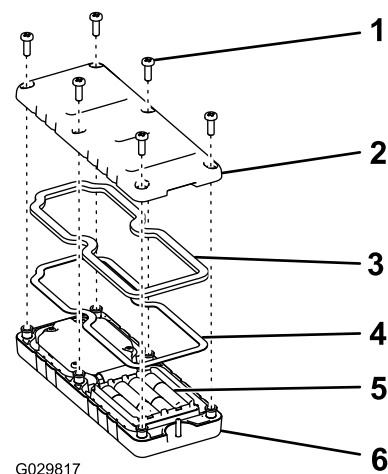

图31
1. 从遥控器后面卸下 6 个螺钉，然后取下后盖（图 31）。
5. 放回后盖，并用先前卸下的 6 个螺丝固定（图 31），上紧螺丝扭矩至 1.5~1.7Nm。